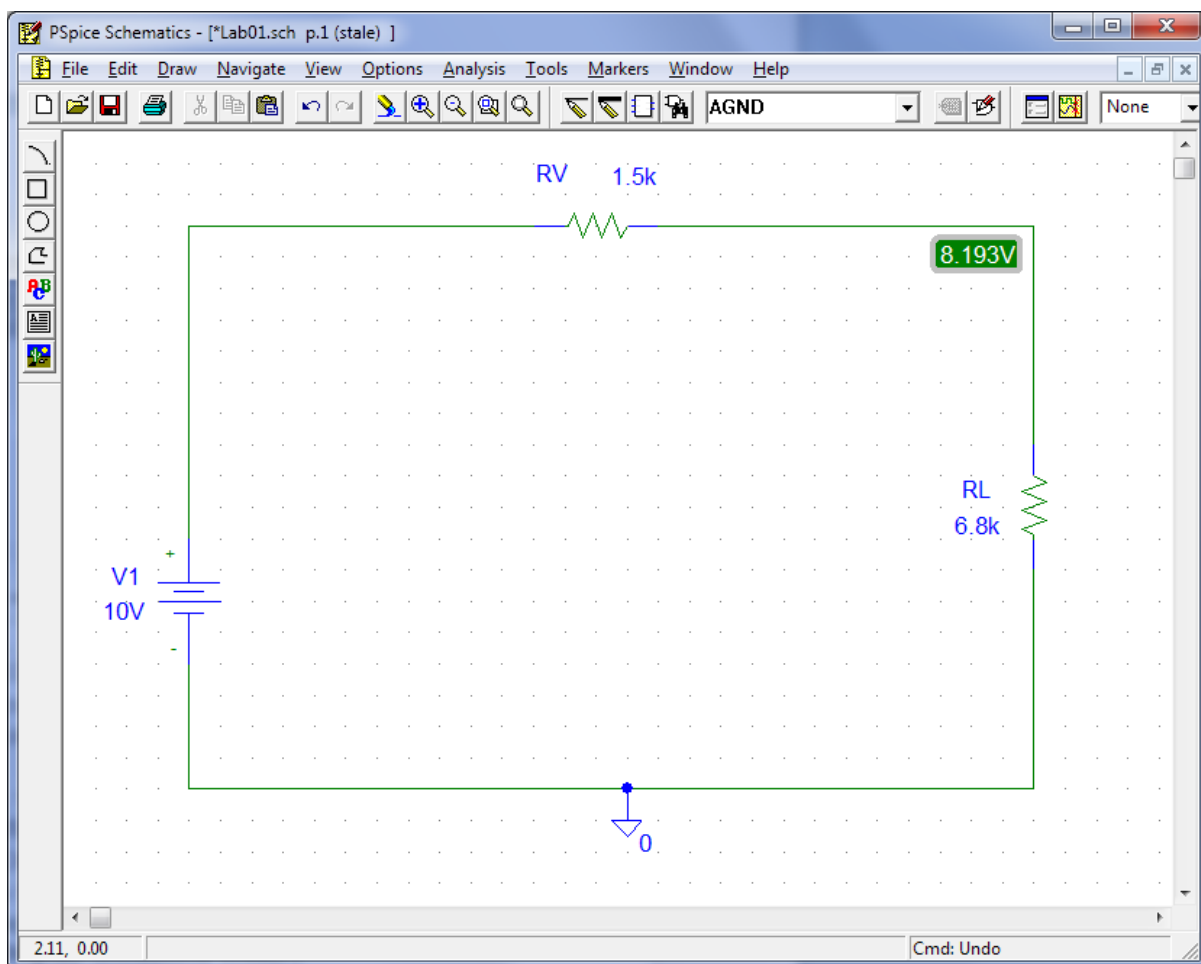

Рис. 13.5. Екран редактора PSpice Schematics з вказівкою потенціалу в місці з'єднання двох резисторів
4) Видалите з креслення схеми непотрібні дані, щоб ваш екран виглядав так, як це показано на рис. 13.5.